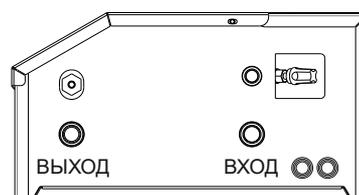

Рис.6 Подключение подпитки
В случае понижения давления в отопительной системе, возможно, потребуется произвести пополнение теплоносителя. Для этого присоедините шланг ручной помпы к штуцеру подпитки 1/2" (1) (см. Рис. 6). Поверните против часовой стрелки кран подпитки (2) до полного его открытия. Накачайте помпой давление теплоносителя до давления 1–1,5 бара. Закройте кран подпитки (2) поворотом по часовой стрелке до упора. В случае попадания воздуха в систему он будет автоматически выведен через воздухоотводчик насоса электродкотла.